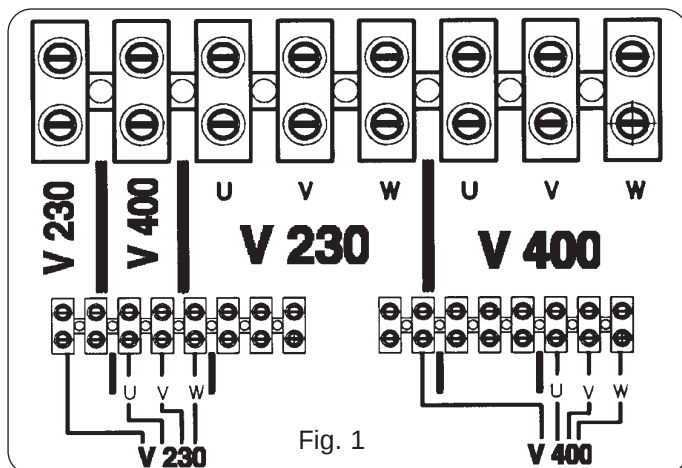

Fig. 1
- **Pour changer la tension d'alimentation, enlevez le panneau latéral droit (15), cherchez la boîte à bornes change-tension et placez les connexions comme indiqué sur la figure 1.**